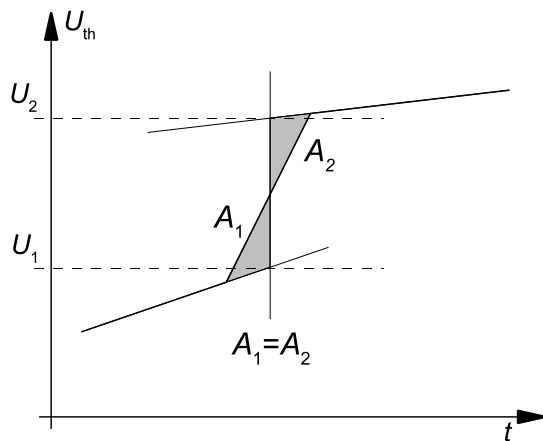
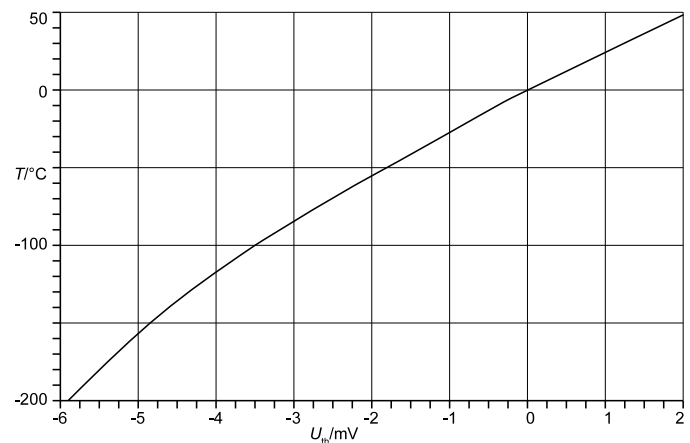

Abbildung 2: U_{th} gegen t , Messbeispiel
Abbildung 3: Kalibrierkurve des Thermoelementes
- Tragen Sie die gemessenen Thermospannungen U_{th} gegen die Zeit t auf (siehe Abb. 2), und entnehmen Sie dem Diagramm Anfangs- und Endthermospannung U_1 bzw. U_2 . Beachten Sie bei der Bestimmung von U_1 und U_2 den allgemeinen Hinweis in der Anleitung zum Versuch „Spezifische und latente Wärmen“. Der Zusammenhang von U_{th} und der Temperatur ist im Bereich der Raumtemperatur in guter Näherung (siehe auch Abb. 3) gegeben durch